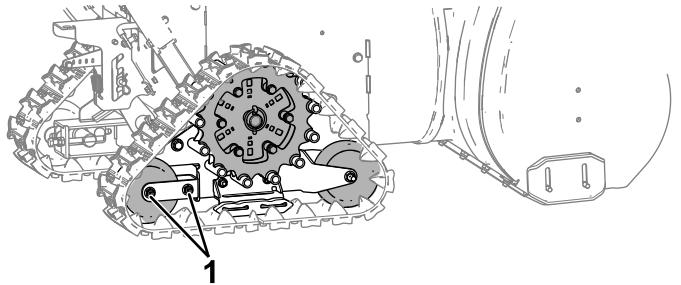

Рисунок 26
- Немного ослабьте гайки на вилке заднего катка (Рисунок 26).